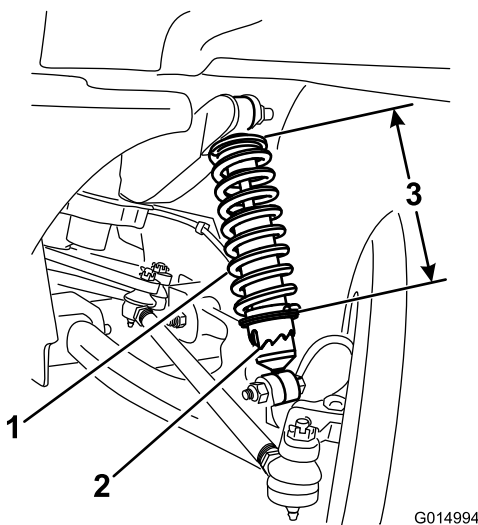

Figure 61
3. À l'aide de l'outil TORO6010, tournez la bague sur l'amortisseur pour changer la longueur du ressort (Figure 61).